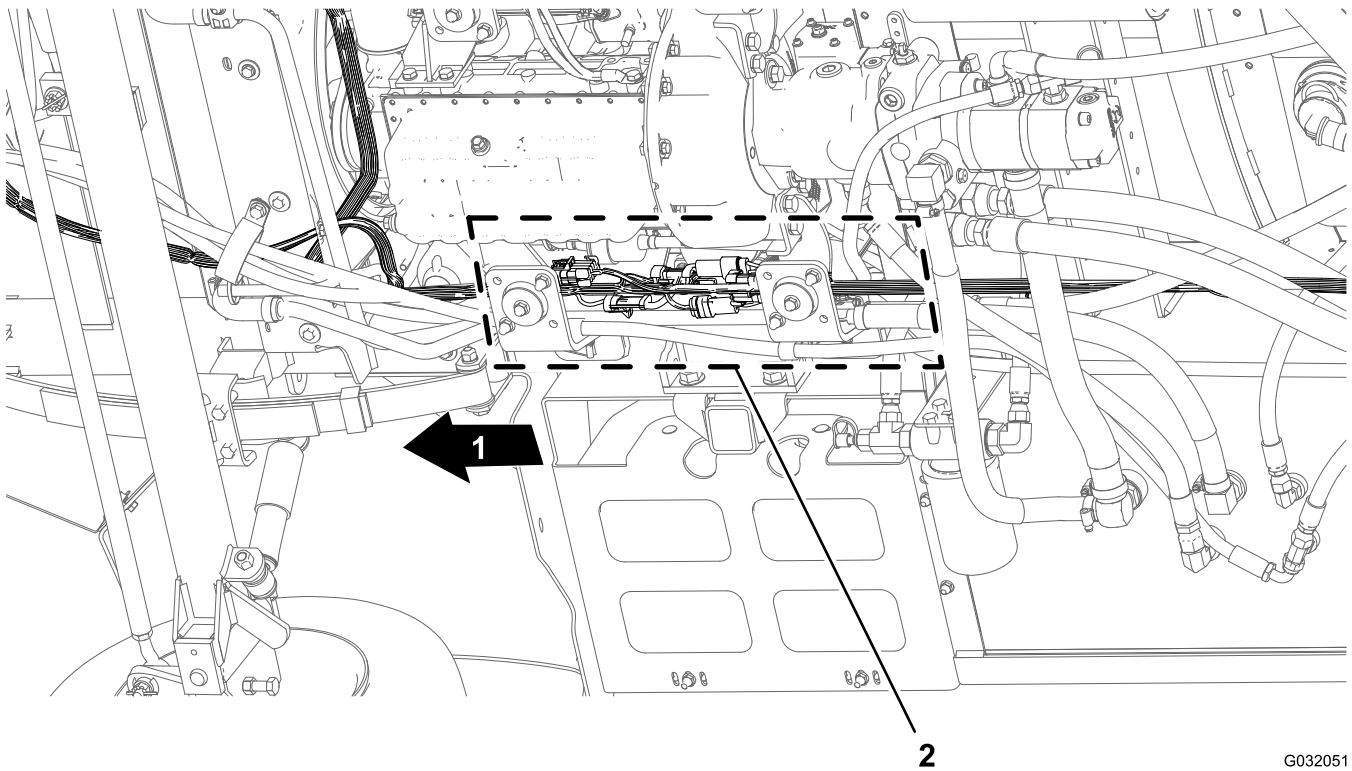

Figure 7
1. En passant sous la machine, le long du tube de cadre droit, localisez les connecteurs des faisceaux avant et arrière de la machine (Figure 7).